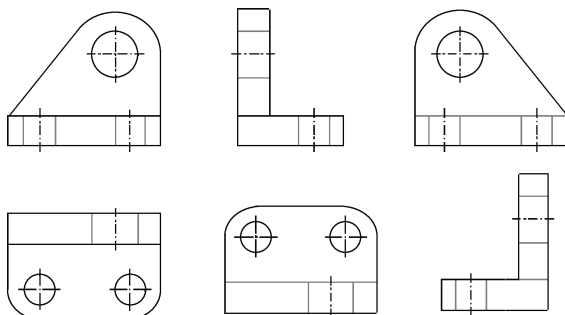
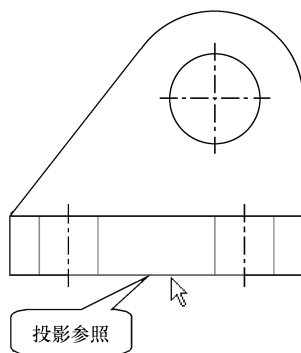

图 10-90 完成向视图配置
图 10-91 选择投影参照
(7) 以同样的方法移动右视图，最后结果如图 10-90 所示。
(8) 双击仰视图，弹出【绘图视图】对话框，在【类别】列表中选择【视图类型】选项，在【视图名】文本框中将视图名修改为“A”，在【类型】下拉列表框中选择【辅助】选项。
(9) 在【辅助视图属性】选项组中，单击【父项视图上的投影参照】收集器，使其处于激活状态，在主视图上选择立体的下底面，如图 10-91 所示。